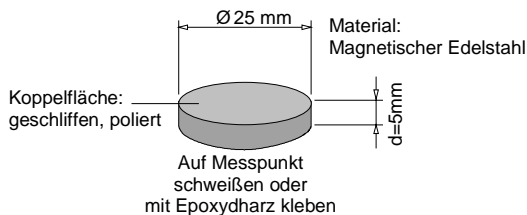

Bild 7: Messplättchen für Schwingungsaufnehmer
**Koppelstelle** Für definierte Ankoppelbedingungen auf dem Messobjekt empfehlen wir ein Stahl-Messplättchen mit einer planen Koppelfläche. Der Durchmesser sollte mindestens dem des Beschleunigungsaufnehmers entsprechen. Geeignet ist zum Beispiel eine Stahlscheibe nach Bild 7, die auf den Messpunkt geklebt oder geschweißt wird.